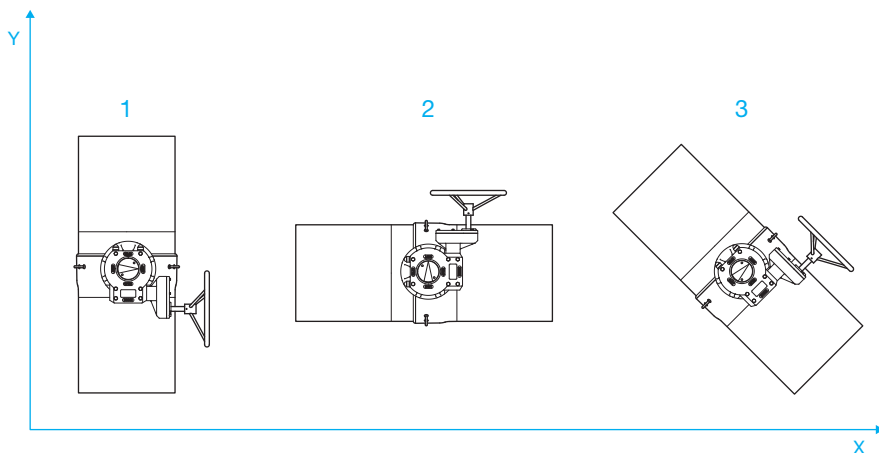

Bild 11. Möjliga monteringslägen för ventilen
Ventilen kan monteras på en vertikal (se bild 11, figur 1), horisontell (2) eller diagonal (3) rörledning.